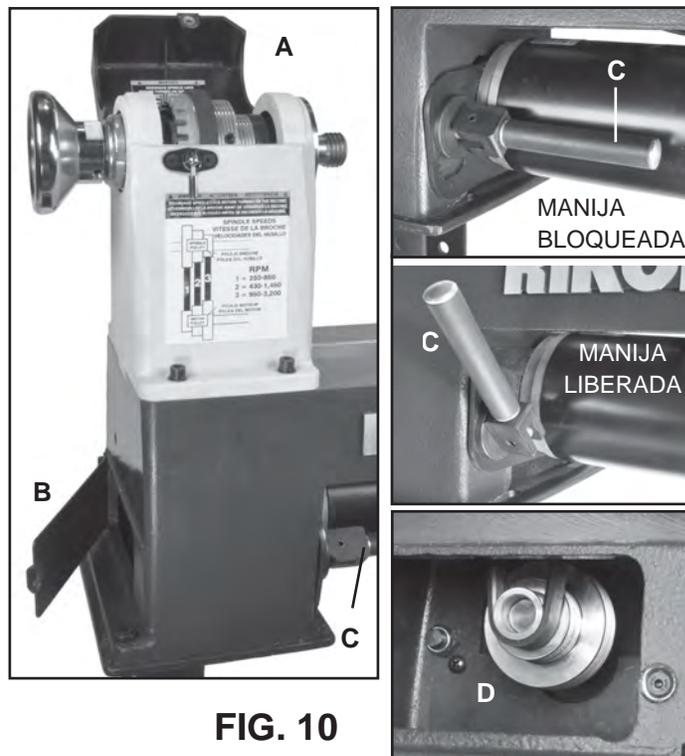
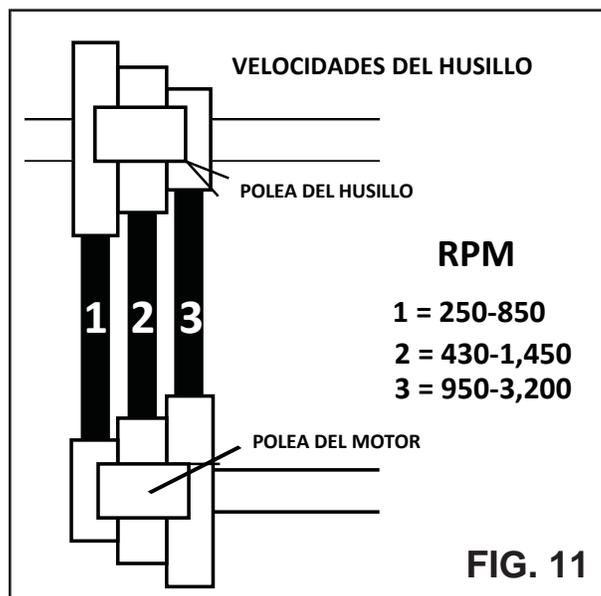

FIG. 10
FIG. 11
- Abra el Cobertor del cabezal fijo (#14B, FIG. 10, A) y el lado izquierdo, Puerta cobertora de la bancada (#4A, B) para acceder a la correa y las poleas que están dentro de cabezal fijo.
- Jale la manija hacia adelante para desbloquearla. FIG. 10, C.
- Cambie la posición de la correa en las dos poleas. La Correa Poly V (#38B) ahora puede reposicionarse en la Polea superior del husillo (#7B) y la Polea inferior del motor (#24A, FIG. 10, D) para obtener la configuración deseada para el rango de velocidades. FIG. 11 muestra las posiciones para las tres velocidades.